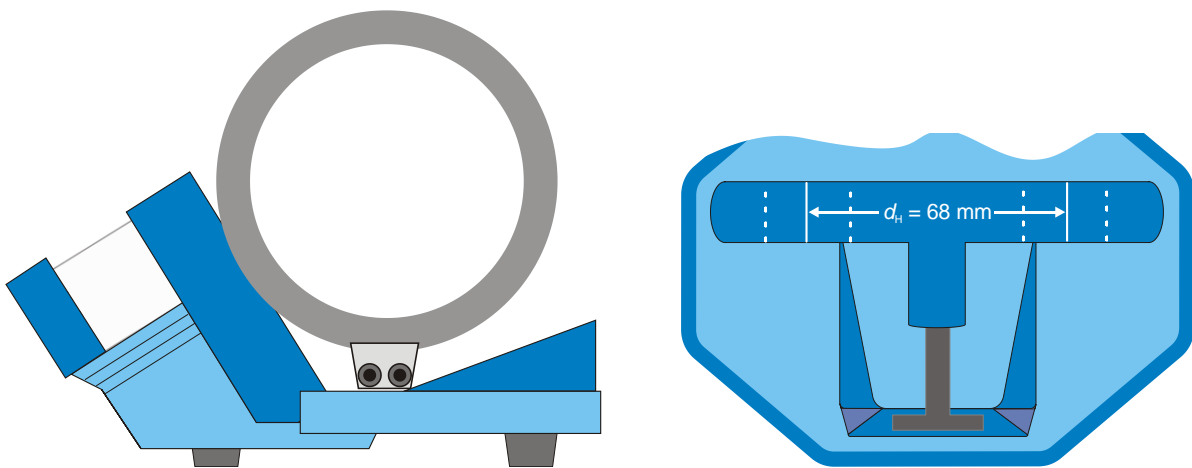

Fig. 2 Montagem das bobinas para campo transversal
- Colocar as bobinas no meio da calha de bobina e empurrar totalmente para fora. Prestar atenção para que os conectores estejam virados para fora (ver fig. 2).